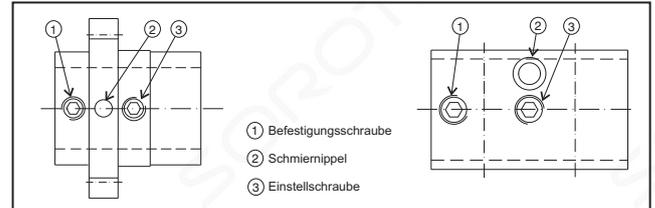

Bild 2: Zwei verschiedene Spannblöcke
- Das Laufspiel zwischen Mutter und Spindel stellen Sie mit der Einstellschraube (Bild 2) ein. Überprüfen Sie das Spiel entlang der ganzen Spindel (die axiale Spielfreiheit wird vor der radialen Klemmung erreicht).
Schmieren Sie unbedingt vor der Inbetriebnahme die Spindel über die gesamte Gewindelänge mit Hilfe der Mutter (Bild 2).
5. Fixieren Sie die Kugelgewindemutter mit der speziellen Stiftschraube M 8 x 0,75 im Spannblock oder Linearschlitten (Bild 2).